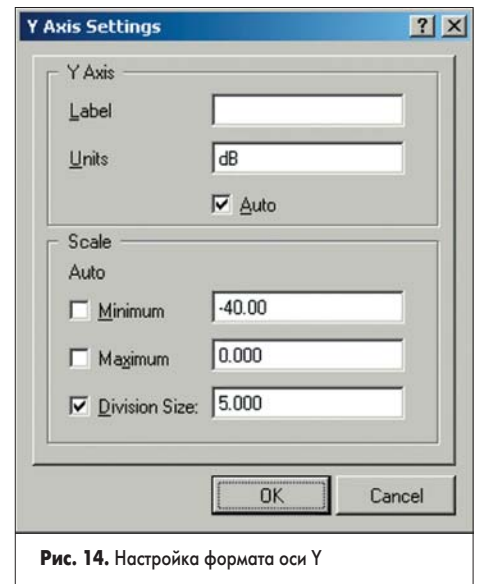

Рис. 14. Настройка формата оси Y
18. Выполним щелчок правой кнопкой мыши на оси Y и в появившемся контекстном меню выберем команду Format Axis. Появится окно Y Axis Settings (рис. 14).